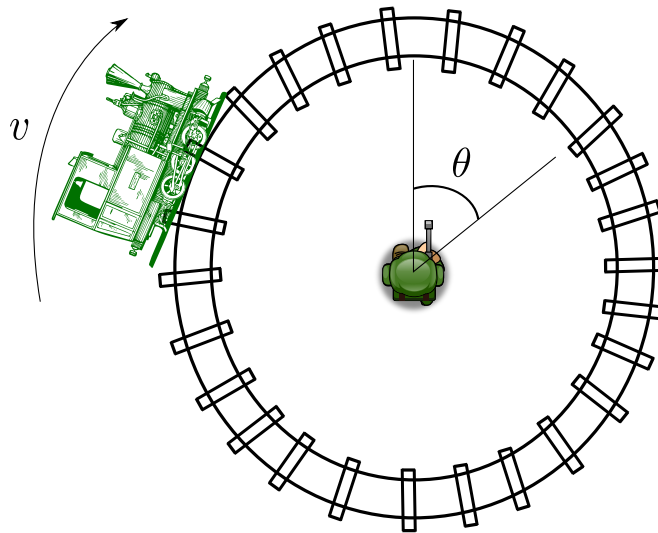

Figura 6: Ilustração do desafio do trem.
- Considere que o motor representa um soldado posicionado no centro de um percurso circular de um trem (vide Figura 6). Suponha ainda que o trem se move com **velocidade constante**  $v = 1,4 \text{ rad/s}$